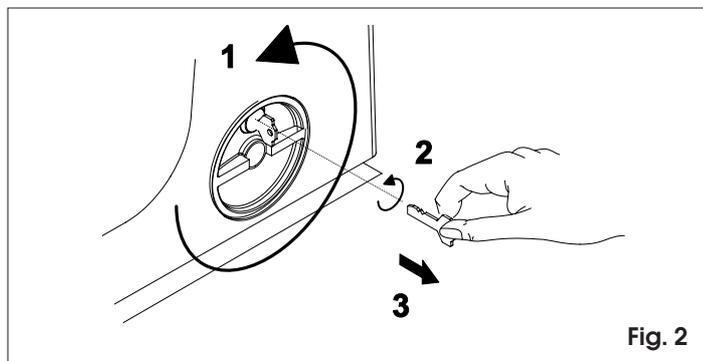

Fig. 2
- 1) Ruotare il sistema di sblocco in senso antiorario di circa 180°, come indicato in Fig.2.
- 2) Ruotare la chiave in senso antiorario ed estrarla dalla serratura, come indicato in Fig.2.
- 1) Turn the release system by about 180° anti-clockwise, as shown in figure 2.
- 2) Turn the key anti-clockwise and remove it from the lock, as shown in figure 2.